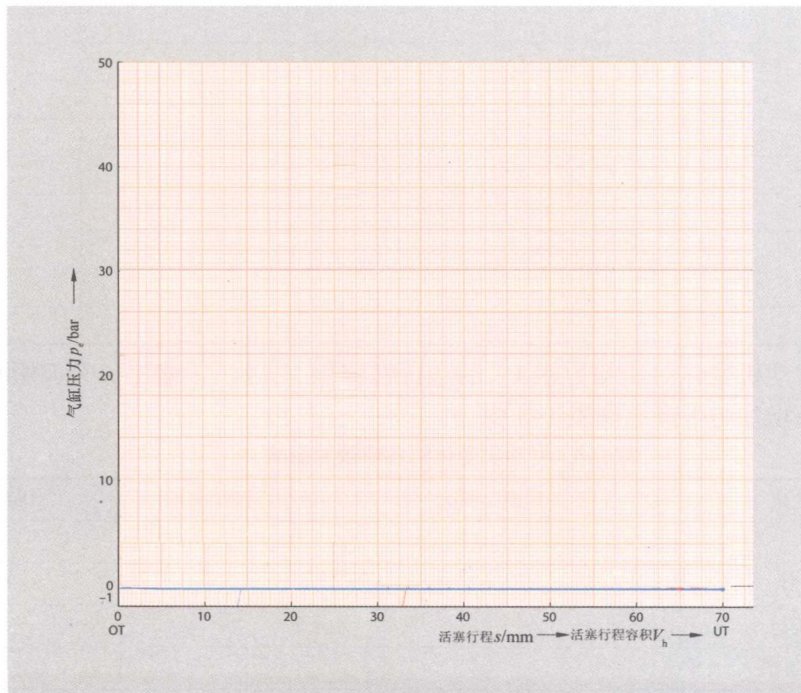

图 1-4 四冲程汽油发动机做功图
c) 以表 1-6 中给出的值在图 1-4 中标出气门打开点。
e) 用箭头在图 1-4 中标出点火时刻的位置。
b) 用阴影线在图 1-4 上标出所做的功和损耗功。